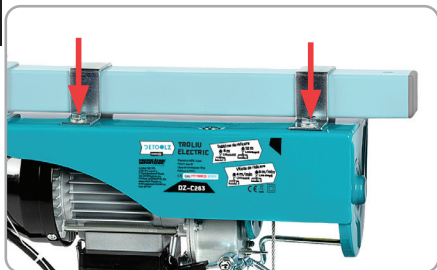

Fig.7
- Fixati troliul pe suportul de tip pivot si strangeti suruburile ferm cu ajutorul unei chei hexagonale (Fig.7).